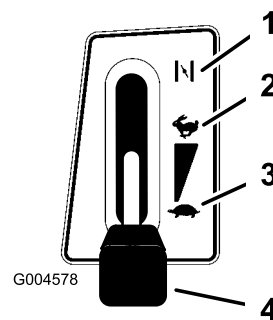

Figura 11
5. Ponga la palanca del acelerador en Estárter (Figura 11).
7. Cuando el motor arranque, mueva lentamente el acelerador a la posición Rápido (Figura 11). Si el motor se cala o funciona irregularmente, vuelva a colocar el acelerador en Estárter durante unos segundos y luego mueva la palanca del acelerador a Rápido. Repita este procedimiento tantas veces como sea necesario.
1. Ponga la palanca del acelerador en Lento (Figura 11).